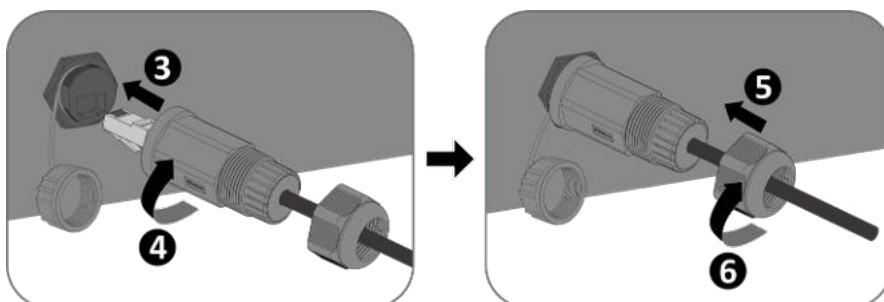

Abb. 46. Netzwerkkabel anschließen
2. Lösen Sie die Abdeckung des Kommunikations-Ports COM4 oder COM5 (siehe Abb. 46) und stecken Sie das Netzwerkkabel in den angeschlossenen RS485-Kommunikations-Client.